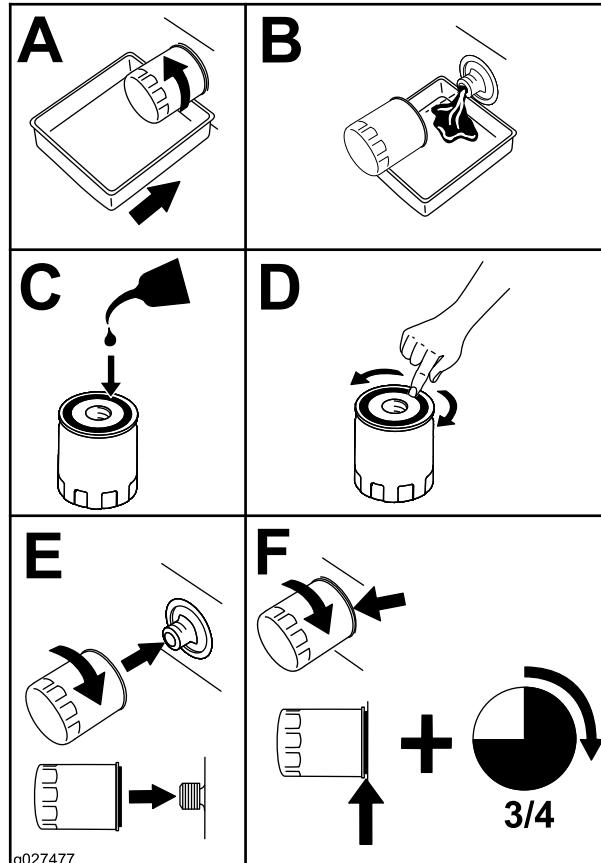

Bild 57
2. Wechseln Sie den MotorölfILTER aus (Bild 57).